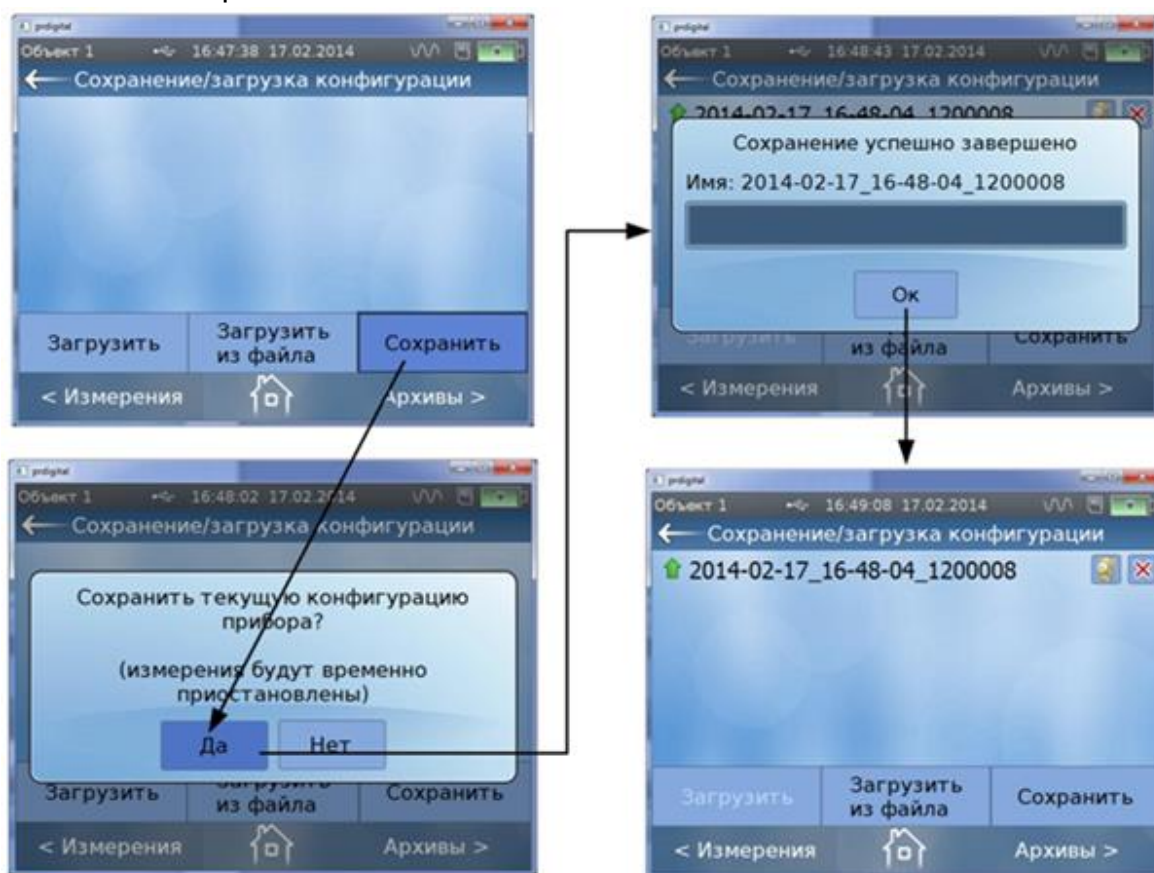

Рис.10. Меню «Сохранение / загрузка конфигурации».
3.4.7. В программе «prdigital» в меню «Приложения» имеется дополнительное подменю «Сохранение / загрузка конфигурации» (рис.10), с помощью которого возможна запись и сохранение на ПК настроечной базы объектов, а также запись в память расходомера сохраненной ранее базы при необходимости проведения повторных измерений на этих объектах.